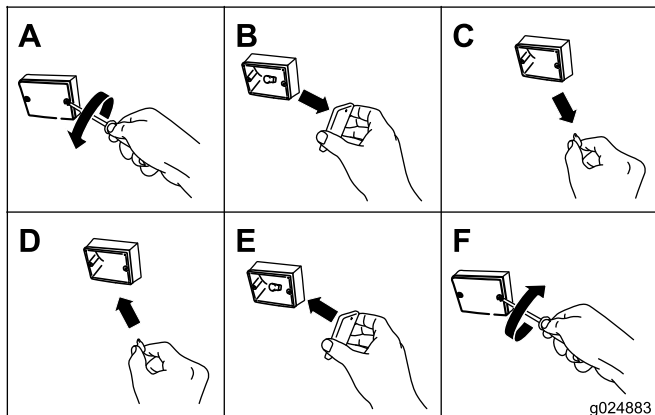

Figure 57
1. À l'aide d'un tournevis, retirez les 2 vis du petit verre rectangulaire orange à l'avant du feu (Figure 57).
2. Déposez le verre orange (Figure 57).
3. Sortez l'ampoule de la douille (Figure 57).
4. Insérez une ampoule 193 neuve dans la douille (Figure 57).
5. Reposez le verre orange et les 2 vis (Figure 57).